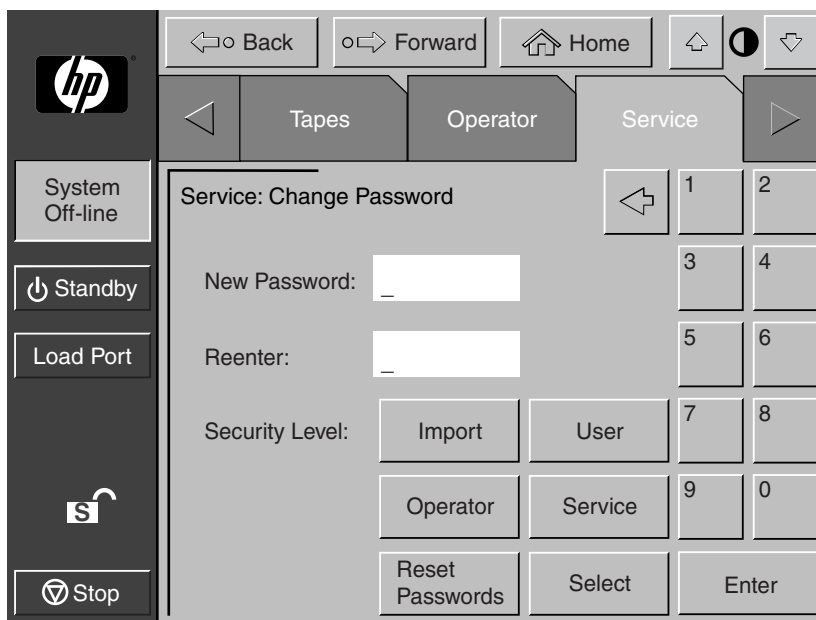

Figure 3-6 : Écran Change Password
1. Appuyez sur l'icône de verrouillage. L'écran Change Password (modifier le mot de passe) apparaît (voir la figure 3-6).